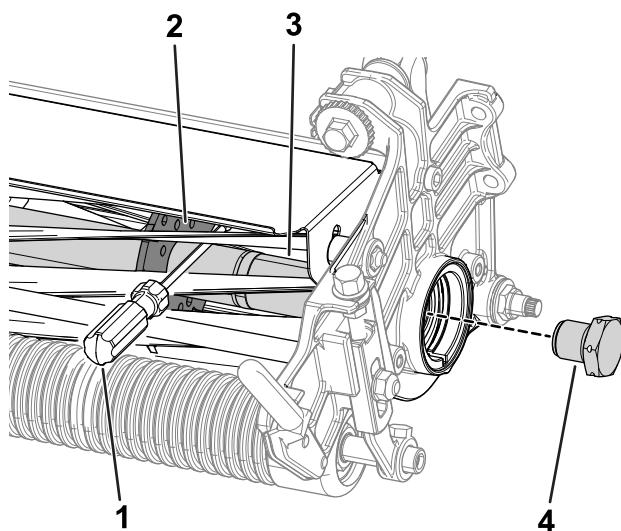

Figura 28
1. Inserte una palanca de mango largo (se recomienda de $\frac{3}{8}$ " x 12" con mango de destornillador) por la parte delantera del molinete de corte, lo más cerca del lateral de la unidad de corte que va a apretar (Figura 28).
2. Coloque la palanca contra la parte soldada de la placa de soporte del molinete (Figura 28).